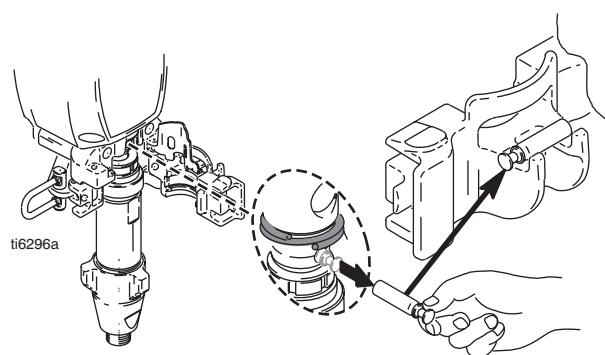

图 23
2. 图 23. 当泵的活塞柱处于最低位置时，使泵停机。
10. 图 23. 将泵销针拉出并放在销针座内。